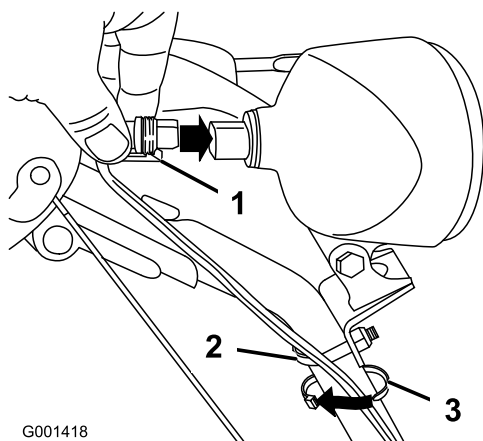

Figura17
- Introduceți conectorul de la capătul liber al conductorului drept în partea din spate a farului până când acesta este fixat ferm în poziție (Figura17).
Notă: Clemă de plastic de pe conectorul conductorului trebuie să fie poziționată pe partea de jos (Figura17).
- Fixați o legătură de cablu (din punga cu accesoriu) în jurul conductorului și mânerului la aproximativ un inch (2,5 cm) mai jos de șurubul în U (Figura17).